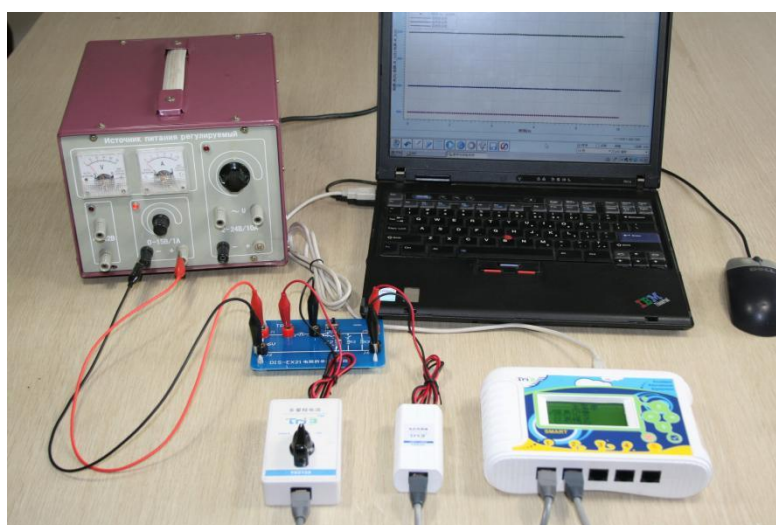

Рис.3 Собранная экспериментальная установка
1. Как показано на рис.3, подключите датчик напряжения и многодиапазонный датчик тока к регистратору, затем подключите регистратор к компьютеру;
4. Включите переключатель K1 в положение "1", выключите переключатель K2 в положение "0", подключите цепь в соответствии с рис.3 выше, таким образом сопротивление R3 подключено к цепи одиночно, установите время эксперимента 10 с, интервал сбора 100 мс, нажмите кнопку "Старт";